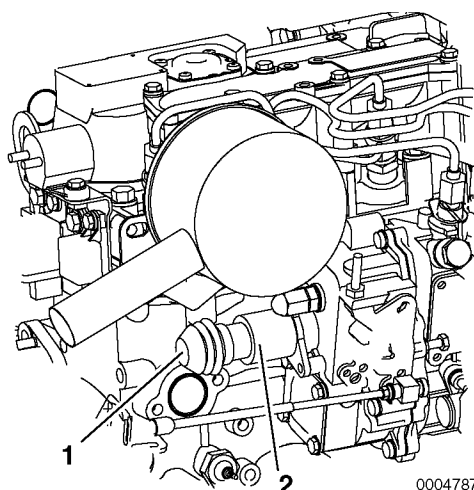

Figure 4
Si vous ne pouvez pas arrêter le moteur avec l'interrupteur d'arrêt sur le panneau, arrêtez-le en appuyant sur le bouton **(Figure 4, (1))** à l'arrière de la tubulure d'arrêt **(Figure 4, (2))**.